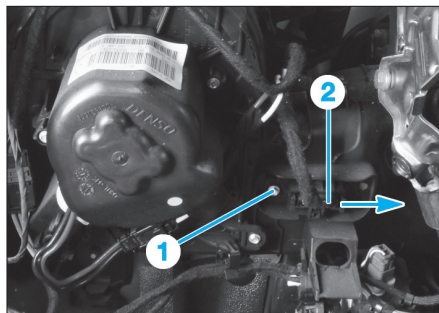

Fig. 34
- la vis (1) (Fig.34).
- Déconnecter le connecteur (2).